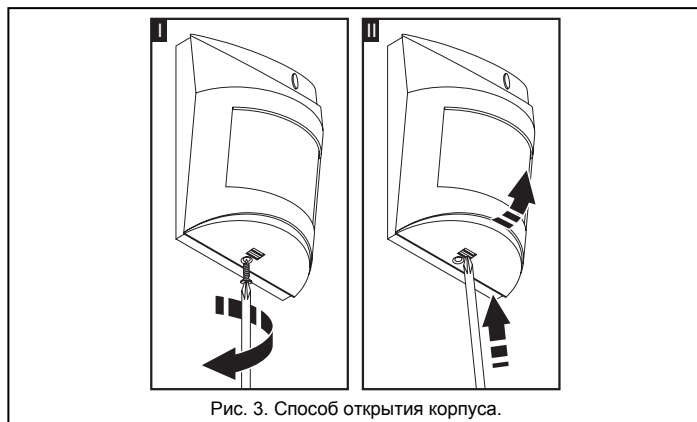

Рис. 3. Способ открытия корпуса.
1. Откройте корпус (см. рисунок 3) и отключите светодиодное освещение от разъема на плате электроники.